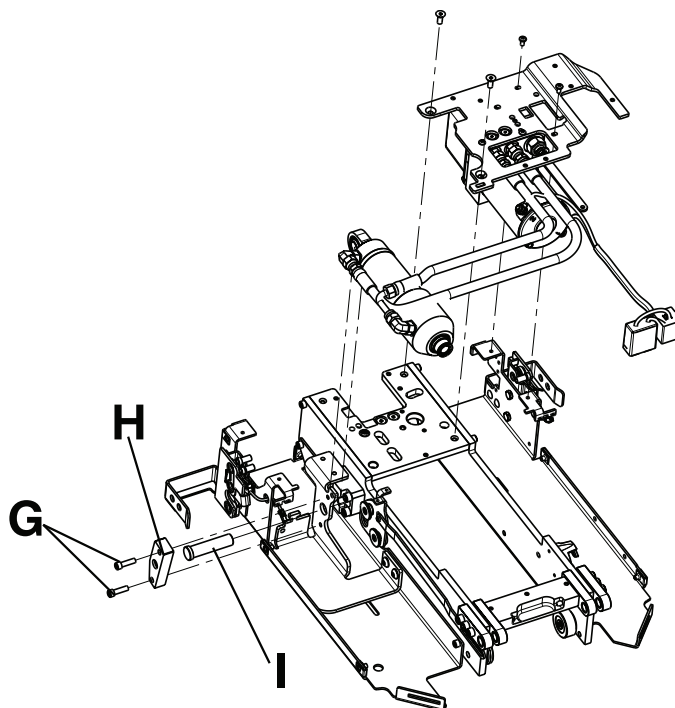

Figure 22 – Retrait de l'axe et du vérin hydraulique
11. À l'aide d'une clé à six pans de 3/16 po, retirer les deux vis (G) qui fixent le support pour goupille (H) au chariot (Figure 22). Conserver les vis.
12. Retirer la goupille (I) et soulever le vérin hydraulique pour le sortir (Figure 22). Conserver la goupille.